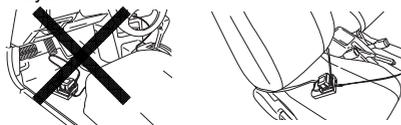

Fig. 12
- Sæt batteriopladeren ordentligt fast i bilen. Anvend den rem, der følger med batteriopladeren, til at fastgøre batteriopladeren og hindre den i at bevæge sig utilsigtet. (Se Fig. 12)